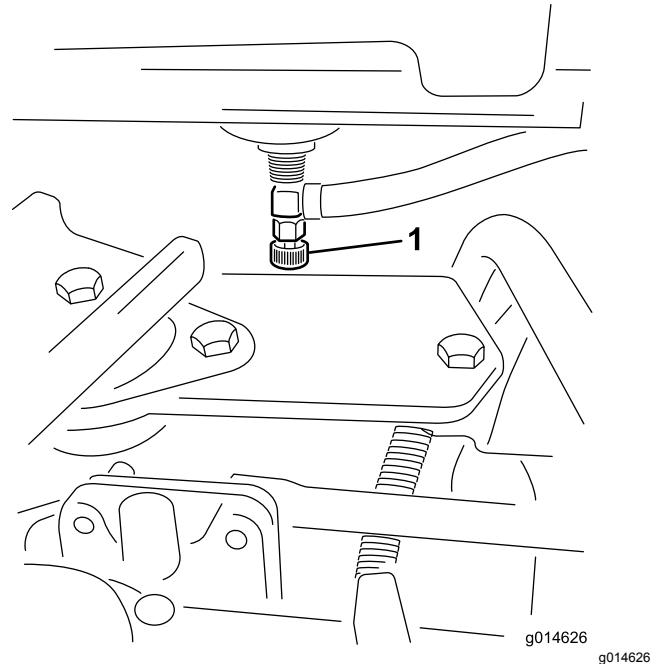

Bild 41
1. Schließen Sie den Kraftstoffhahn (Bild 41) unter dem Kraftstofftank.